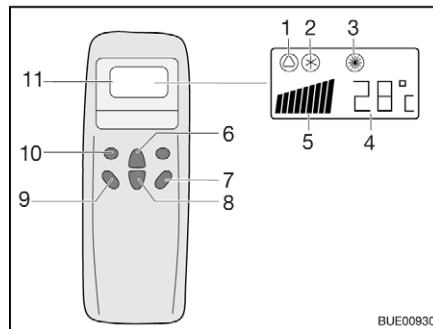
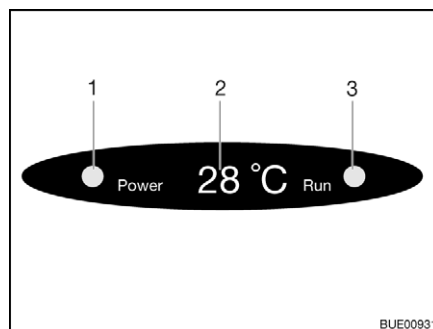

Fig. 113 Télécommande
Fig. 114 Affichage sur le diffuseur
- Appuyer sur la touche "ON/OFF" (Fig. 113,7).
- Appuyer sur la touche "Mode" (Fig. 113,10) autant de fois que nécessaire pour que le mode de fonctionnement souhaité (Fig. 113,1, 2 ou 3) s'affiche à l'écran. Le voyant de contrôle correspondant s'allume sur l'écran du diffuseur (Fig. 114,3).
- Régler la température souhaitée avec les touches d'augmentation de la température (Fig. 113,6) ou de diminution de la température (Fig. 113,8).
- Sélectionner le niveau de ventilation souhaité à l'aide de la touche de vitesse du ventilateur (Fig. 113,9).